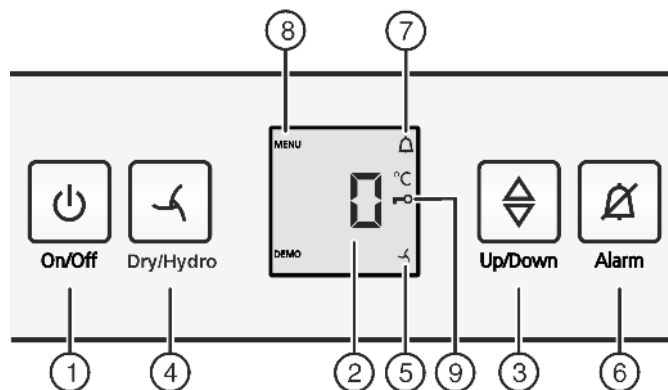

Fig. 2
- ▶ Apăsați tasta On/Off Fig. 2 (1).
- ▶ Activarea modului de reglare: Apăsați tasta Dry/Hydro Fig. 2 (4) timp de cca. 6 secunde.
- ▷ Simbolul Menu Fig. 2 (8) este aprins.
- ▶ Apăsați scurt tasta Dry/Hydro Fig. 2 (4) pentru confirmare. Atunci când pe afișaj apare **cl**:
- ▶ Pentru a activa protecția pentru copii, apăsați scurt tasta Dry/Hydro Fig. 2 (4).
- ▷ Simbolul protecției pentru copii Fig. 2 (9) se aprinde. Pe afișaj se aprinde intermitent **c**. Atunci când pe afișaj apare **c0**:
- ▶ Pentru a dezactiva protecția pentru copii, apăsați scurt tasta Dry/Hydro Fig. 2 (4).
- ▷ Simbolul protecției pentru copii Fig. 2 (9) se stinge. Pe afișaj se aprinde intermitent **c**.
- ▶ Dezactivarea modului de reglare: Apăsați tasta On/Off Fig. 2 (1).
- ▶ Apăsați tasta Alarm Fig. 2 (6).